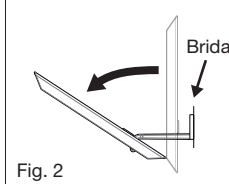

Fig. 2
8. Pele y retire las (1) capas de protección de ambas piezas de cinta adhesiva ubicadas en la barra de soporte del anclaje de pared. La cinta adhesiva es necesaria para permitir que la barra de soporte del anclaje de pared se adhiera a la cara interior de la pared para facilitar su colocación. (Esto asegura que la barra permanecerá en posición vertical durante la instalación).
9. Tome el anclaje proporcionado, gire la barra hacia abajo al extremo del brazo. La barra debe estar levemente inclinada hacia arriba. (Fig. 2)